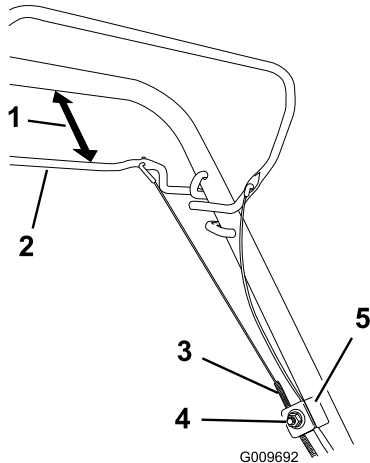

Figura 28
1. Afloje la tuerca del soporte del cable (Figura 28).
2. Sujete la barra de la transmisión autopropulsada a una distancia de 25 a 38 mm (1 a 1-1/2 pulgadas) del manillar (Figura 28).
3. Tire hacia abajo de la cubierta del cable (hacia la máquina) hasta eliminar la holgura del cable (Figura 28).